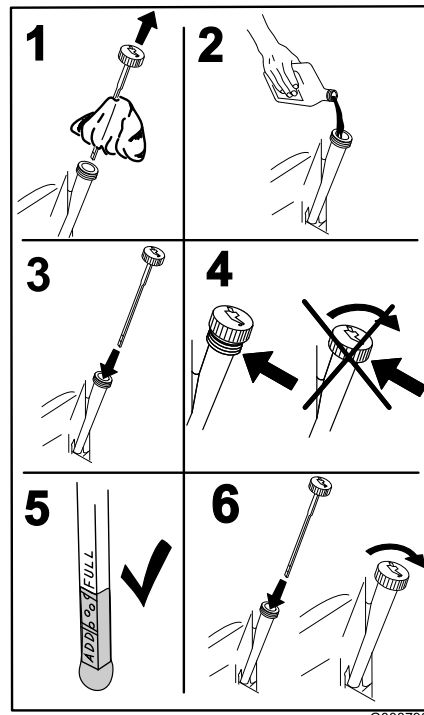

Figura 44
4. Vierta lentamente un 80% aproximadamente del aceite especificado por el tubo de llenado, luego añada lentamente el resto del aceite hasta que llegue a la marca **Full** (Figura 44).